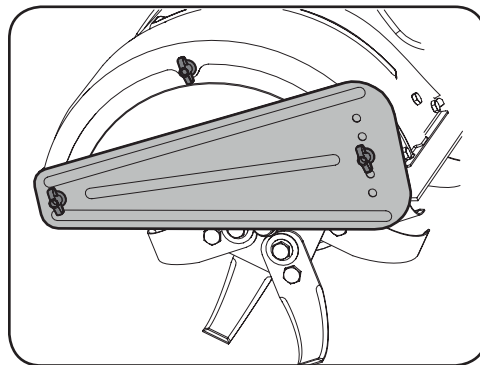

Figura 5-5
1. Saque las tres tuercas mariposas de cada lado de la cubierta de los dientes. Vea la Figura 5-5.